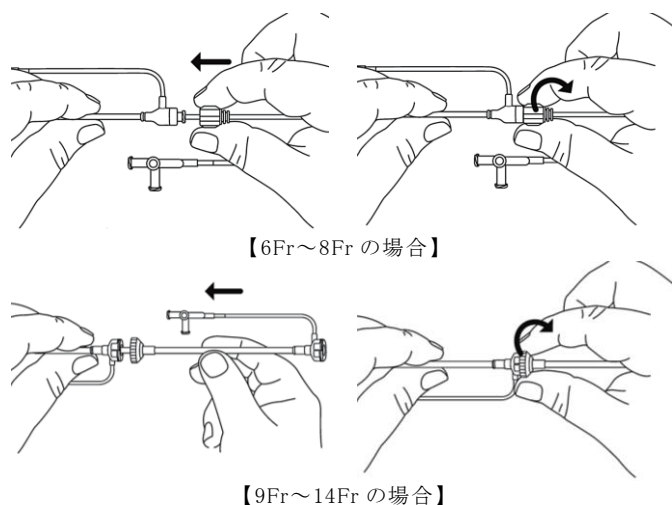

図 2 ローダーのデリバリーシースへの挿入
- (1) 使用前にローダーのサイドポートの三方活栓から生理食塩水またはヘパリン加生理食塩水のいずれかで完全にフラッシュし、空気がないことを確認する。
- (2) 留置機器を装填したローダーをデリバリーシースに接続する前に、デリバリーシースからダイレクタとガイドワイヤーを抜き取ること。
- (3) デリバリーシースのハブ部のネジに、留置機器を装填したローダーを固定する(図 2)。